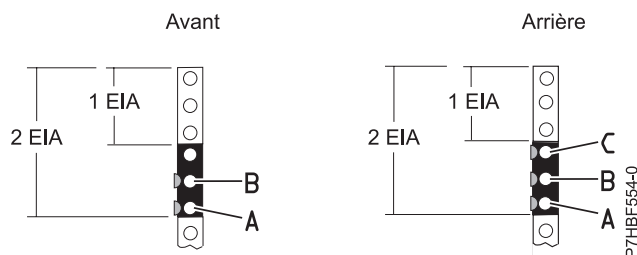

Figure 35. Marquage des orifices à l'avant et à l'arrière du châssis de l'armoire
- Commencez par l'orifice identifié par votre marque (**A**). Comptez un orifice et placez une seconde marque (**B**). Marquez l'armoire de sorte que la marque soit également visible depuis l'arrière de l'armoire (voir figure 35).
- Commencez par l'orifice identifié par votre marque (**A**). Comptez un orifice et placez une seconde marque (**B**) (voir figure 35).
- Commencez par l'orifice identifié par votre marque (**B**). Comptez un orifice et placez une troisième marque (**C**) (voir figure 35).